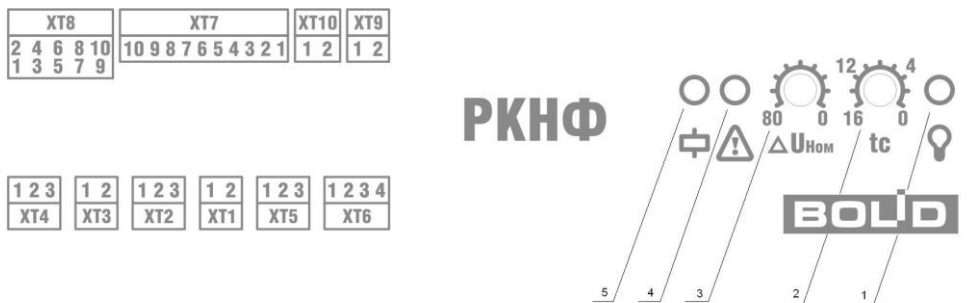

Рисунок 4. Лицевая панель РКНФ
- Максимально допустимое отклонение напряжения выставляется потенциометром 2 (см. рис. 4). $\Delta U_{\text{ном}}$ определяет одновременно верхний и нижний пороги срабатывания. Таким образом, входное напряжение будет считаться допустимым в диапазоне от $(220 - \Delta U_{\text{ном}})$ В до $(220 + \Delta U_{\text{ном}})$ В. $\Delta U_{\text{ном}}$ может принимать значения от 0 В (крайнее левое положение потенциометра) до 80 В (крайнее правое положение потенциометра).
- Время интегрирования неисправности (время задержки срабатывания) выставляется регулятором 3 (см. рис. 4). t_c определяет время накопления неисправности (восстановления) и может принимать значения от 0 с (крайнее левое положение потенциометра) до 16 с (крайнее правое положение потенциометра).